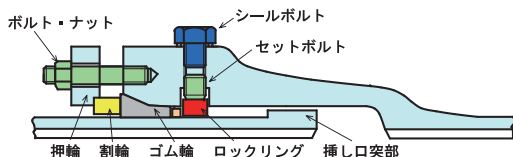

図 5 S 形継手 (初期型) の構造
- ②その後、図 5 に示すように、シールボルトの機能を分け、ロックリングをセットボルトでしっかり締め付ける最初の耐震継手ダクティル鉄管である S 形管 (初期型) を開発した。